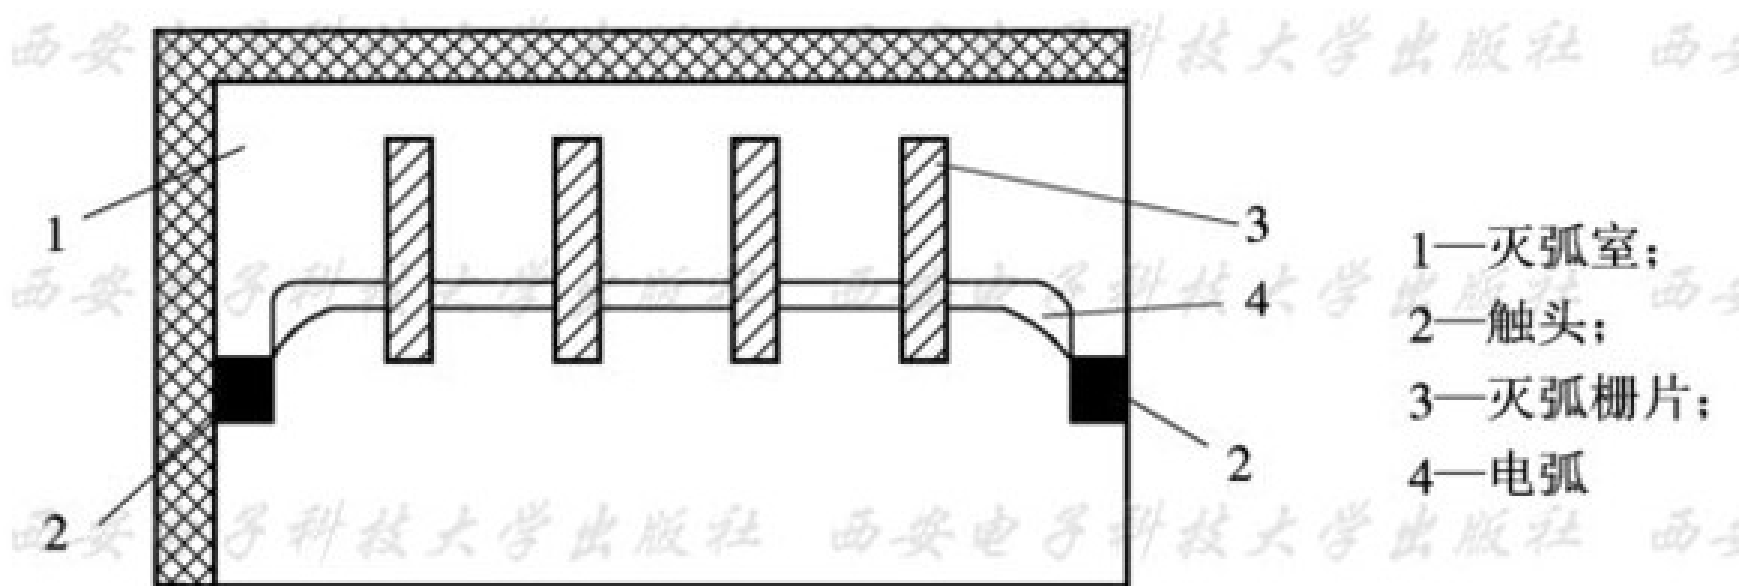

图1-7 金属栅片灭弧示意图 (here end of first class)
- 图1-7所示为金属栅片灭弧装置示意图。灭弧栅是由多片镀铜薄钢片（称为栅片）构成的，它们安放在电器触头上方的灭弧栅内，彼此之间绝缘。当电器的触头分离时，所产生的电弧在吹磁电动力作用下被推向灭弧栅内。当电弧进入栅片后被分割成一段段串联的短弧，而栅片就是这些短弧的电极。每两片灭弧栅片之间都有**150~250V**的绝缘强度，使整个灭弧栅的绝缘强度大大加强，以致外加电压无法维持，电弧迅速熄灭。除此之外，栅片还能吸收电弧热量，使电弧冷却。基于上述原因，电弧进入栅片后就会不久熄灭。因为栅片灭弧装置的灭弧效果在交流时要比直流时强得多，所以在交流电器中常采用栅片灭弧。